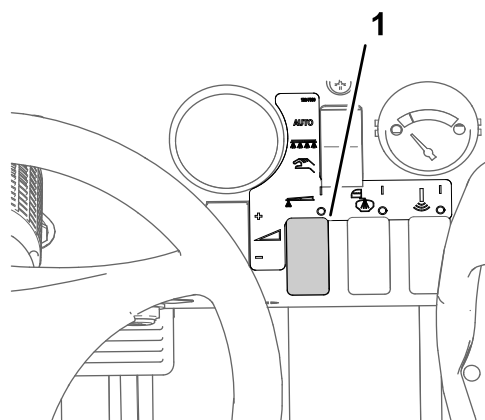

Figure 35
8. Utilisez la commande de débit de pulvérisation pour obtenir la pression voulue comme indiqué dans le guide de sélection des buses fourni avec le pulvérisateur (Figure 35).